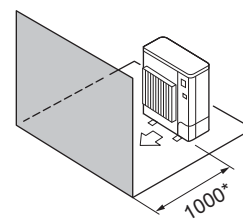

Fig. 2-5
④ Obstáculos apenas na parte da frente (Fig. 2-5)